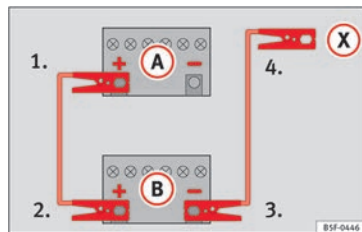

Abb. 68 Anschlusschema für Fahrzeuge ohne Start-Stop-System.
zeugs mit der entladene Fahrzeugbatterie (A) » » Abb. 68.
3. Klemmen Sie das andere Ende des roten Starthilfekabels an den Pluspol (+) des stromgebenden Fahrzeugs (B).
- 4a. Bei Fahrzeugen ohne Start-Stop-System: ein Ende des schwarzen Starthilfekabels an den Massepunkt (-) des Strom gebenden Fahrzeugs (B) » » Abb. 68 anklemmen.